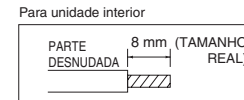

Fig. 3-53
- Corte a extremidade do fio com alicates e, em seguida, desnude o isolamento para expor o fio aproximadamente 8 mm. Veja o autocolante (Fig. 3-53) perto da placa de terminais.